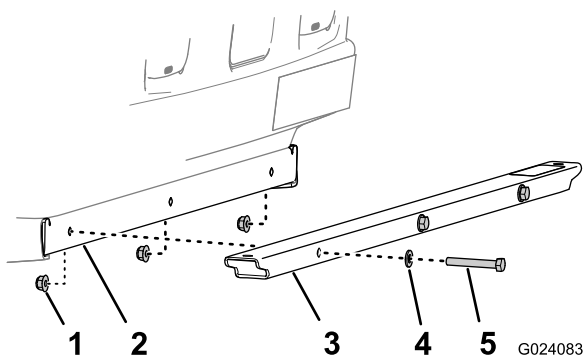

Figura 8
- 1. Alinhe os furos no suporte das luzes frontais com os furos do canal frontal do chassi (Figura 8).
- Prenda o suporte de luzes no canal com os três parafusos (5/16 x 2-1/4 pol.), 3 anilhas e 3 porcas de bloqueio flangeadas (Figura 8).